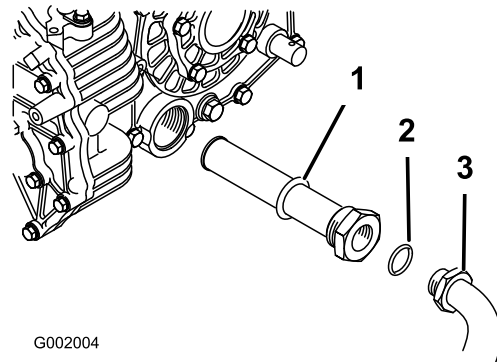

Figura 56
5. Îndepărtați furtunul hidraulic și fittingul de 90° (Figura 56).